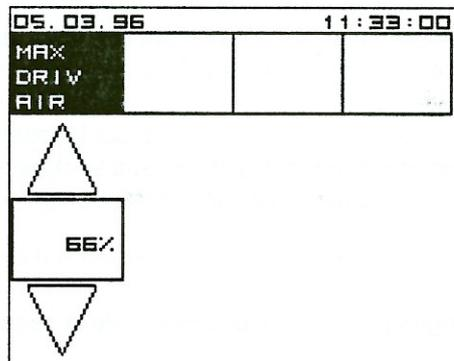

Figure 21. Air de fonctionnement de la turbine 2.
- 3) Régler en A2 et A4 (Figure 21) et laisser tourner la turbine à sa vitesse maximum pendant au moins 1 minute. Si la pression monte ou tombe de plus de 0,2bar, il faut vérifier le pressostat du compresseur.